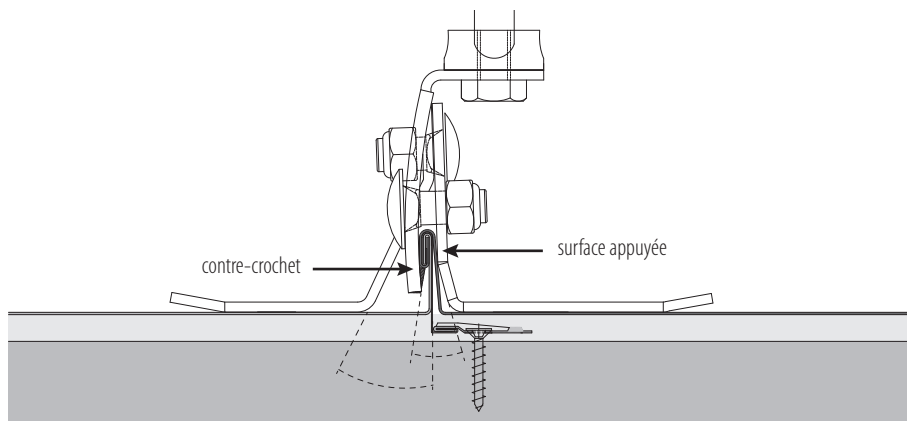

Fig. 1: Étrier de fixation breveté, pour dispositifs d'ancrage
- **IMPORTANT** : Monter les étriers de fixation avec la partie des contre-crochets sur le côté de l'agrafe (Fig.1).